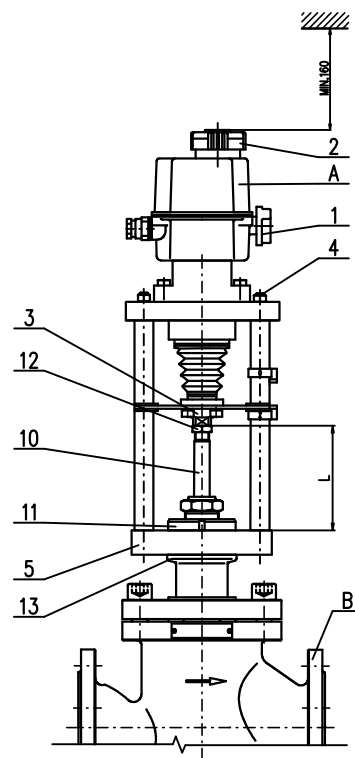

Рис.4
2.1.3 Механическое присоединение с фланцем - рис. 4